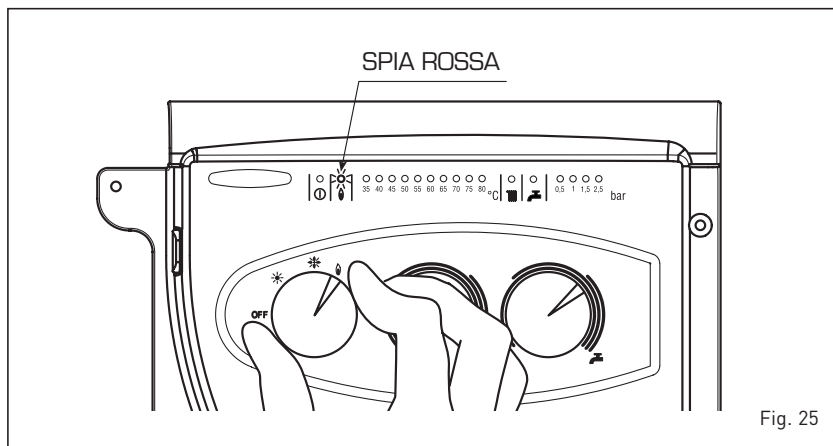

Fig. 25
- Insufficiente pressione acqua (fig. 25/a)